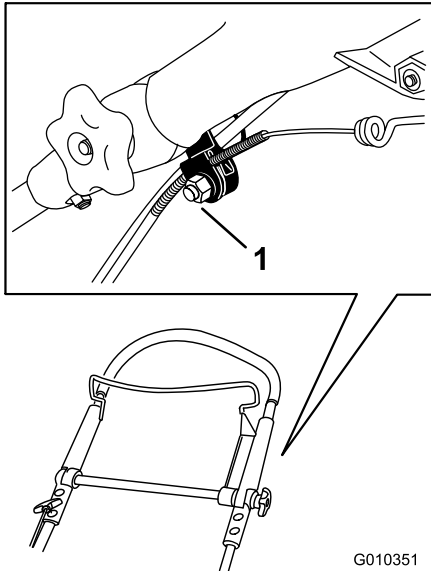

Figure 22
1. Desserrez l'écrou sur le support du câble (Figure 22).